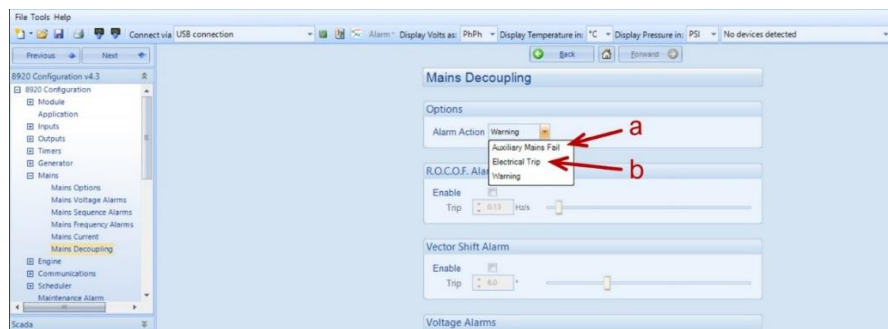

Fig. 5
- Si la planta generadora es capaz de soportar toda la carga del sitio, lo más deseable es que el interruptor de la red normal sea abierto y dejar a la planta generadora suministrando energía a la carga (fig. 5_a).
- Si la capacidad de la planta generadora es más pequeña que la totalidad de la carga conectada, el interruptor de la planta generadora deberá de abrirse para evitar una sobre carga en ella (fig. 5_b)